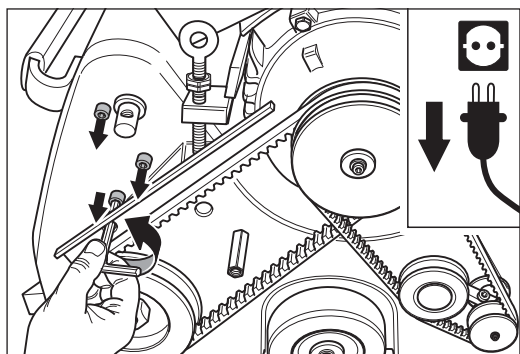

Abb. 36 Lösen und entfernen der drei Befestigungsschrauben des Aggregates.
- 7 Halten Sie mit einer Hand das Aggregat fest und entfernen Sie die drei Schrauben, mit denen das Aggregat am Maschinengehäuse befestigt ist (Innensechskantschlüssel SW 6; Abb. 36).